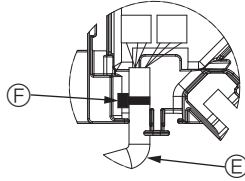

Fig. 10-10
- Panel kanatçık motor kablosunu tespit eden bandı konektör kutusuna şemadaki gibi yerleştirin. (Fig. 10-10)